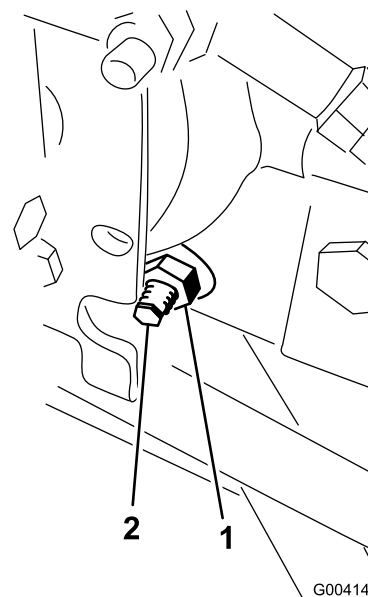

Figura 62
3. En el lado derecho del hidrostato, afloje la contratuerca de la leva de ajuste de tracción (Figura 62).